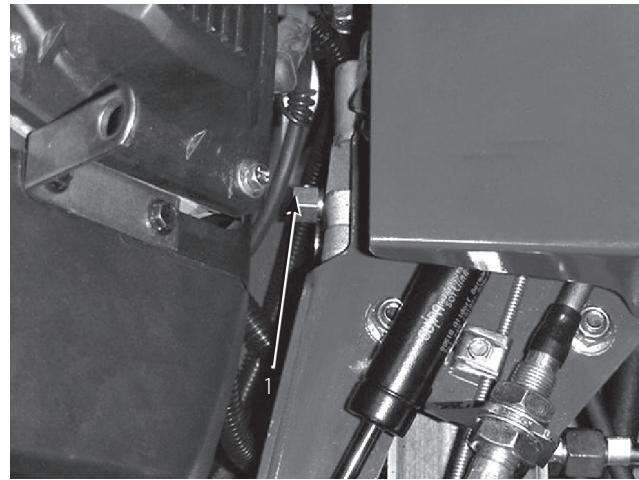

図 31
2. レンチ(5/8")を使ってバイパス・バルブ(図31)を左回りに1回転させる。これにより油圧オイルがバイパスされて、手引きや手押しによる移動が可能になる。
バイパス・バルブ(図31)を右に1回転させてください。